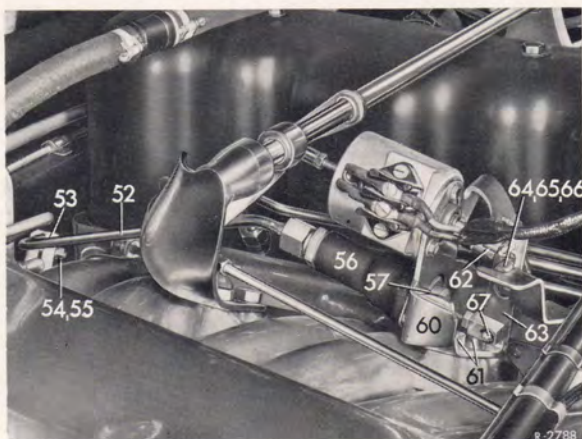

Bild 46-6/13
31. Beim Typ 250 SE mit autom. MB-Getriebe den Gleichstrommagnet mit Halter ausbauen. Anschließend neuen Halter (60) mit den Zylinderschrauben (61) am Saugrohr anschrauben. In den Halter (60) den Druckzylinder (56) und den ausgebauten Gleichstrommagnet einbauen. Hebel für Leerlaufregelung (63) in den Halter (65) und an der Druckstange des Druckzylinders einsetzen und mit der Sicherungsscheibe (67) sichern. Am Hebel (63) die Teile Pos. 64 bis 66 provisorisch anschrauben (Bild 46-6/13).
32. Druckölleitung (52) am Druckzylinder (56) und am Druckschlauch (51) anschließen. Dann Druckölleitung mit den Rohrschellen (53), Sechskantschrauben (54) und Sechskantmuttern (55) an der Zusatzluftleitung (von Einspritzpumpe zum Saugrohr) befestigen (Bild 46-6/14).